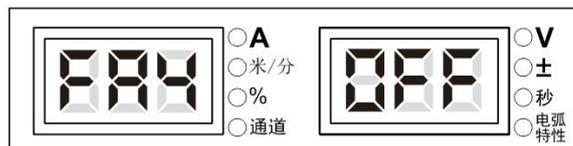

图3-34 FA4 显示界面
1. 进入内部菜单，调节焊接电源面板旋钮至 **FA4**，如图 3-34 所示。